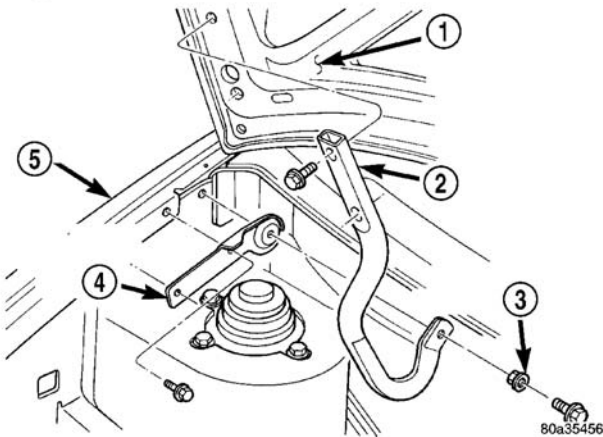

图 1 发动机罩铰链
- (1) 拆卸刮水器单元。有关程序，(参见 8—电器系统/刮水器/洗涤器/刮水器模块—拆卸)。
- (2) 抬起发动机罩。
- (3) 将所有螺栓与铰链安装位置用油性笔或其他适当的工具做上记号，以作为安装的参考记号。
- (4) 从发动机罩铰链的车身部分卸下枢轴螺栓，并使用适当的设备支撑发动机罩。
- (5) 拆卸将发动机罩铰链车身部分固定至前翼子板法兰的螺栓，并自车辆卸下铰链 (图 1)。